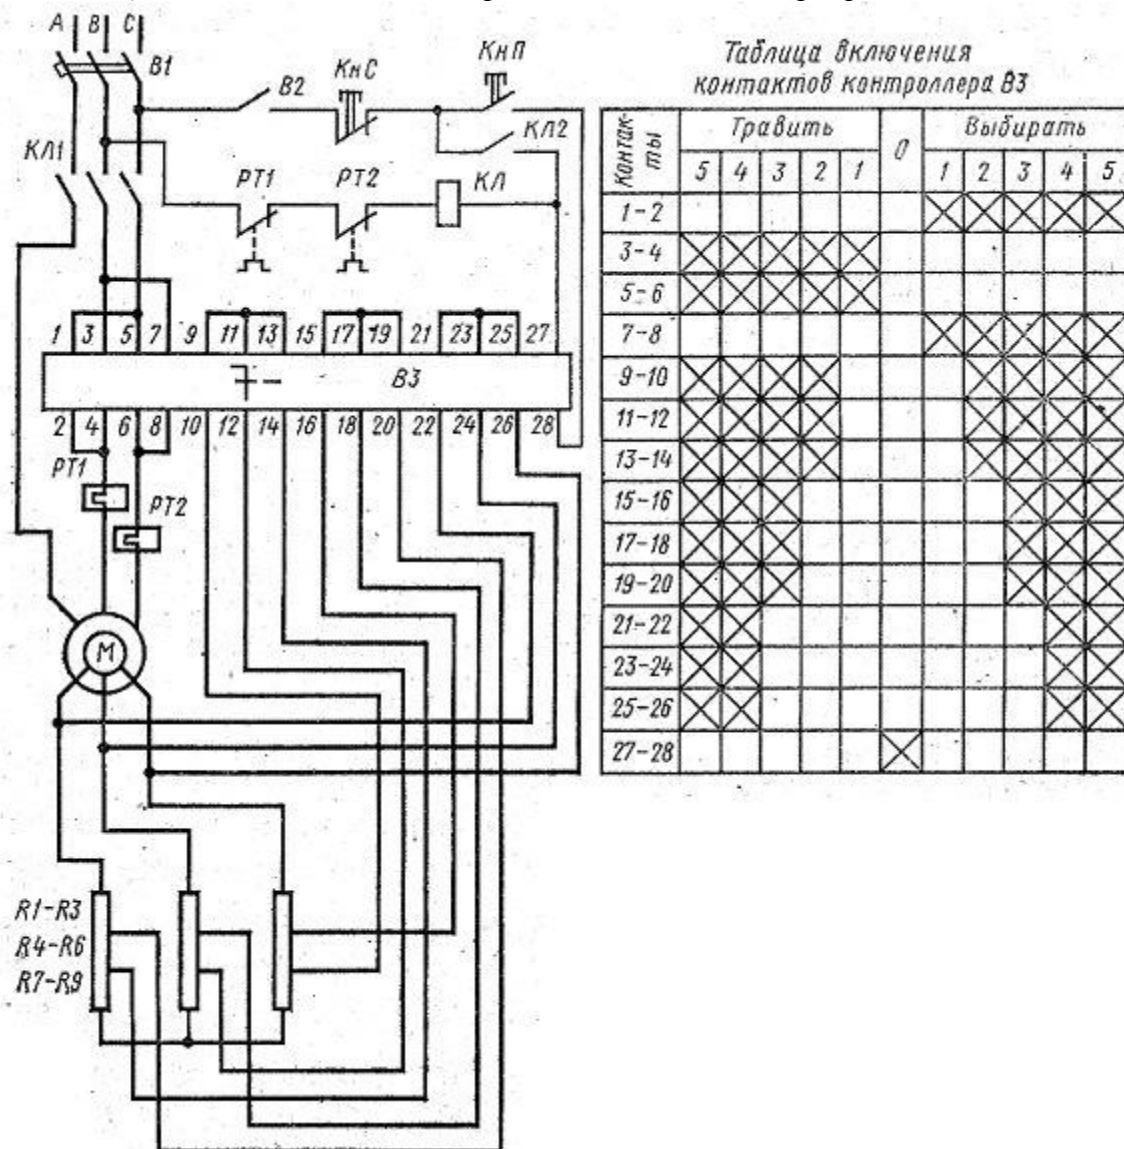

Рис.2
3. Указать элементы электрической принципиальной схемы (рис. 2), объяснить процесс пуска электродвигателя; возможности регулирования частоты вращения; способы электрического торможения, примененные в схеме; виды защит и способы реализации данных защит в схеме; особенности работы данного электропривода.